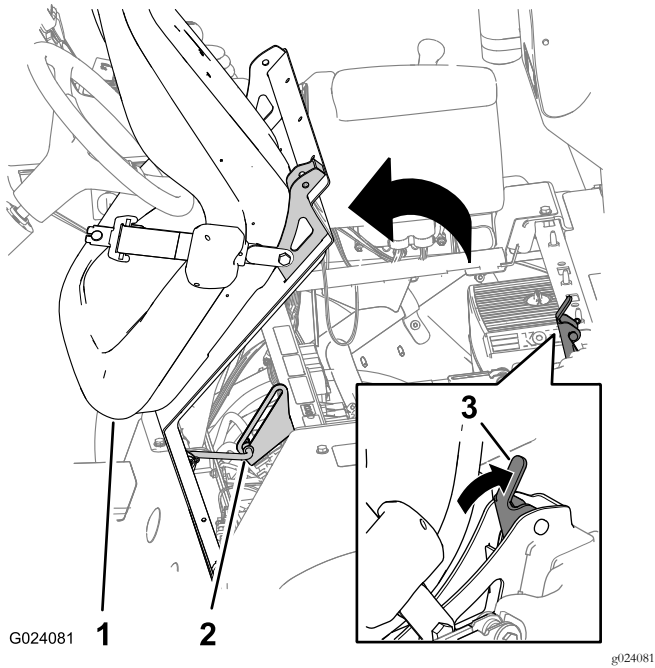

图1
2. 向后推动座椅闩锁手柄打开座椅的闩锁 图1。
3. 向前旋转座椅和座椅底板直到支撑杆架中的支撑杆端部处于支架中槽的底部图1。